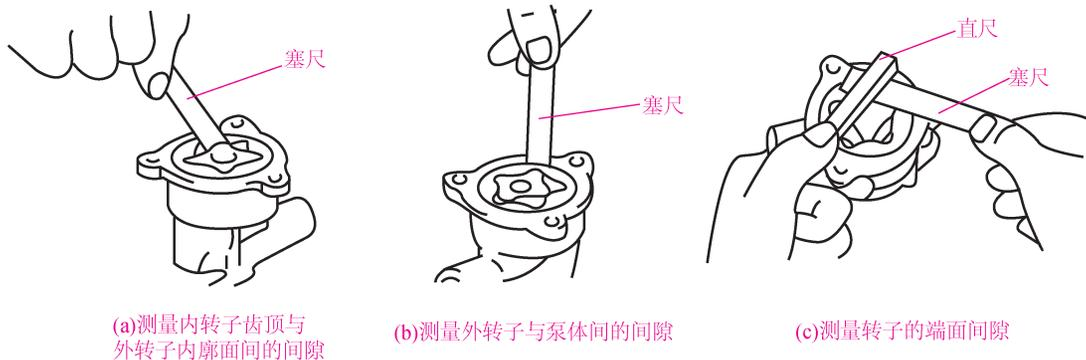

图 3.1-4 转子式机油泵配合间隙的检查
- (1) 分解机油泵。
- (2) 清洗机油泵。
- (3) 检查机油泵配合间隙 (见图 3.1-4), 并填写测量数据 (见表 3.1-2)。